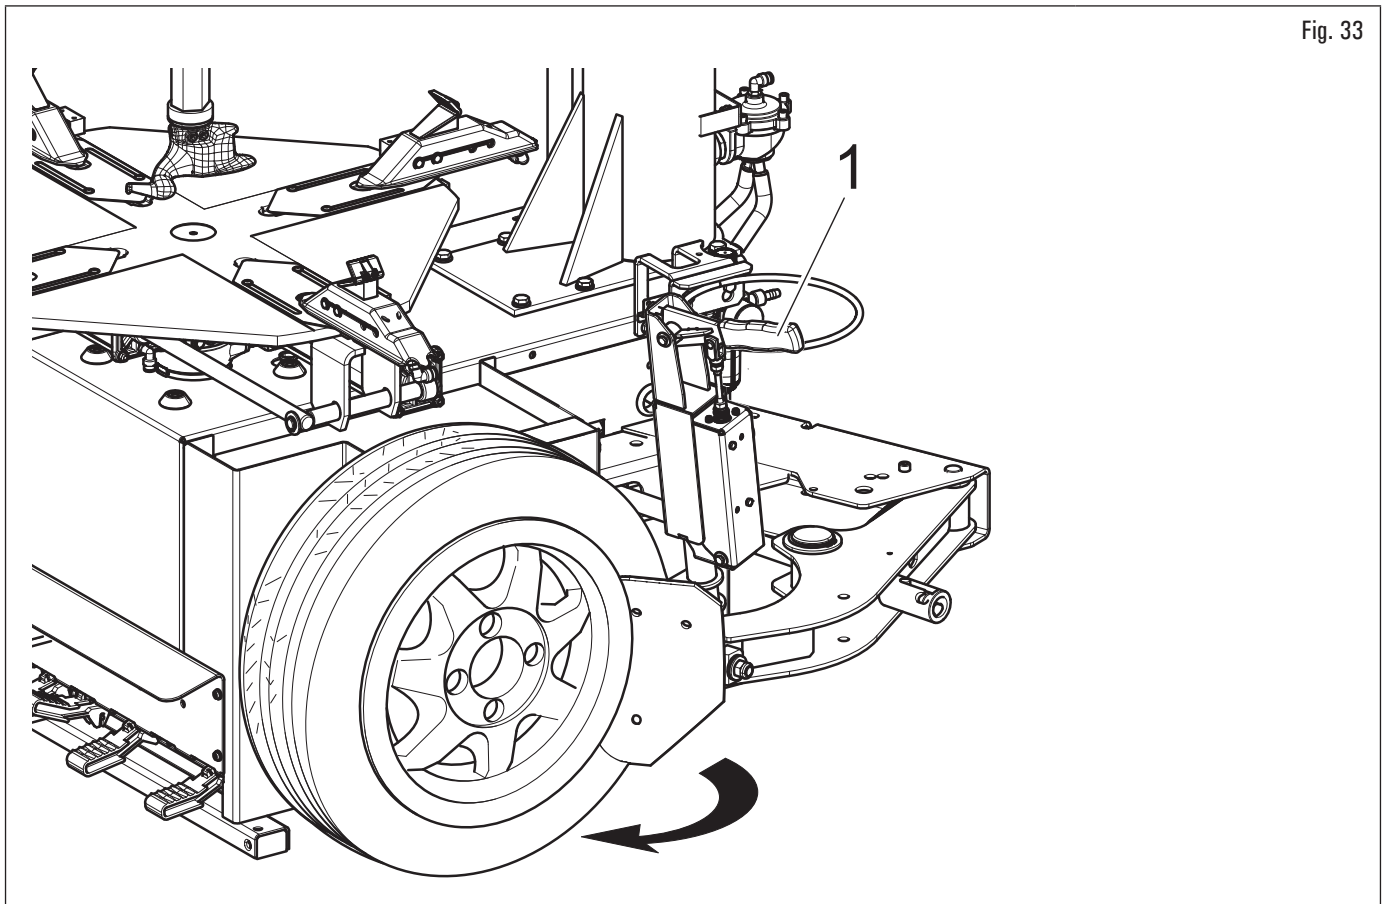

Fig. 33
3. rapprocher la palette décolle-pneus en soulevant la poignée vers le haut (Fig. 33 réf. 1) jusqu'à ce que le talon se détache. Dans le cas où le talon ne se dégagerait pas à la première tentative, effectuer à nouveau l'opération sur différents points de la roue jusqu'à ce que le talon soit totalement dégagé.